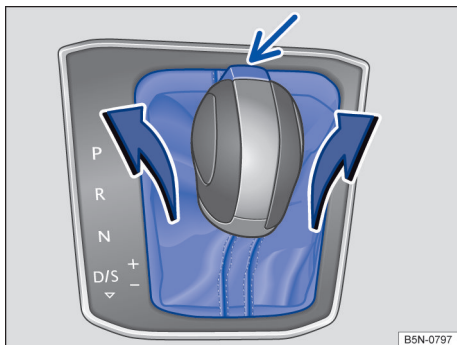

Fig. 117 Desmontar a cobertura da corrediça da alavanca seletora.
- Puxe a cobertura, pela área da coifa da alavanca seletora, para cima e com cuidado junto com os cabos elétricos que estão conectados → Fig. 117.
- Vire a cobertura para cima acima da alavanca seletora → ❷.